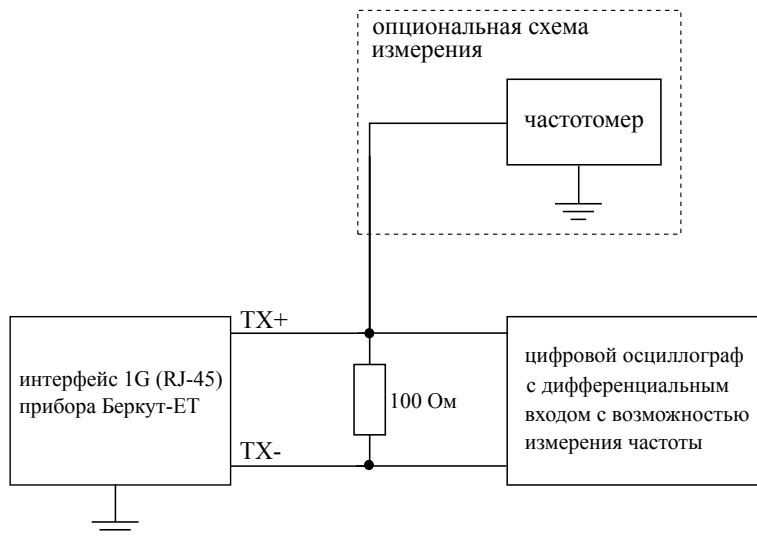

Рис. 10.1. Схема подключения
Проверку частоты тестового сигнала интерфейса 1G Ethernet проводят в соответствии со схемой, представленной на рис. 10.1.
3. Подключить анализатор по схеме, представленной на рис. 10.1.